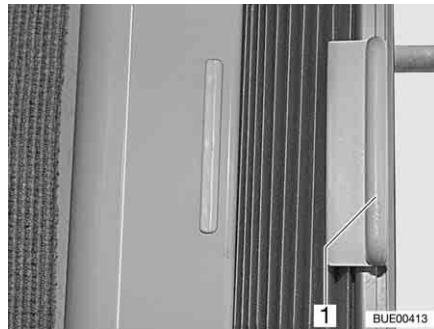

Fig. 36 Tendina oscurante pieghevole
- Tenere la tendina oscurante pieghevole per la maniglia (Fig. 36,1) e spingere verso sinistra o verso destra.